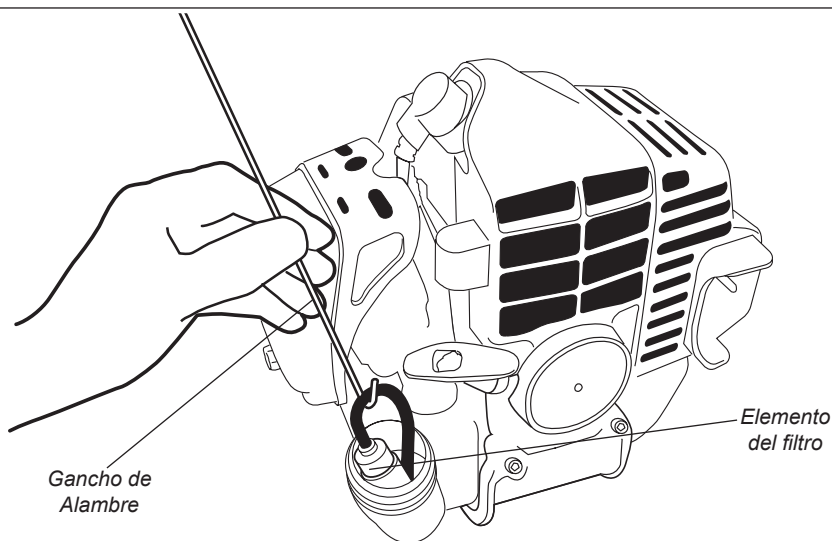

Figura 29
- Use un gancho de alambre para extraer el filtro de combustible del tanque de combustible. Consulte la figura 29.